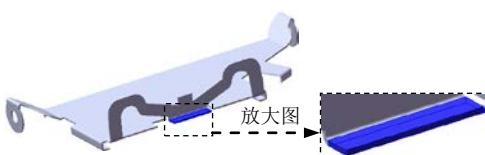
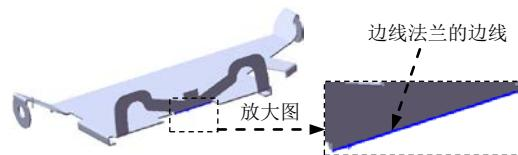

图 6.60 边线一法兰 8
图 6.61 边线法兰的边线
Step23. 创建图 6.60 所示的钣金特征——边线一法兰 8。
(1) 选择命令。选择下拉菜单 **插入(I)** → **钣金(B)** → **边线法兰(E)...** 命令（或单击“钣金”工具栏中的“边线一法兰”按钮 \square ）。
(2) 定义特征的边线。选取图 6.61 所示的模型边线为生成的边线法兰的边线。